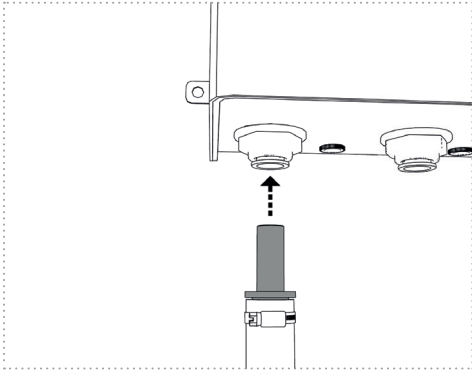

Figure 10a
- a. directement dans les raccordements de l'unité UV (figure 10a)